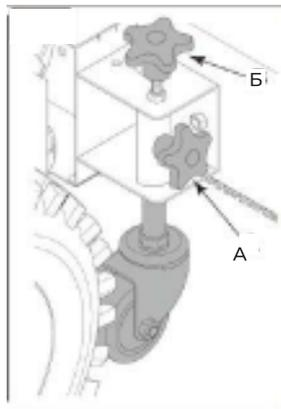

Рис. 10
- Открутите гайку-барашек (рис. 10, поз А)
- Поверните гайку-барашек (рис. 10, поз Б) по часовой/против часовой стрелки, для поднятия или опускания поддерживающих колес.
- Закрутите гайку-барашек (рис. 10, поз А)